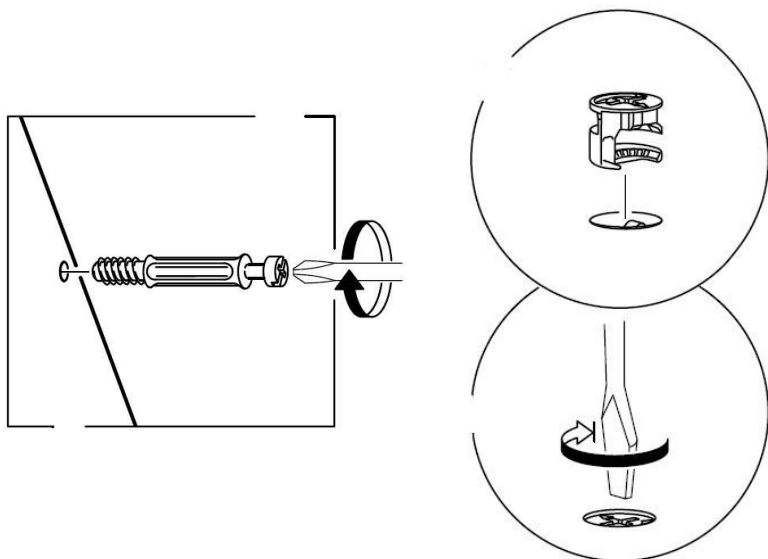
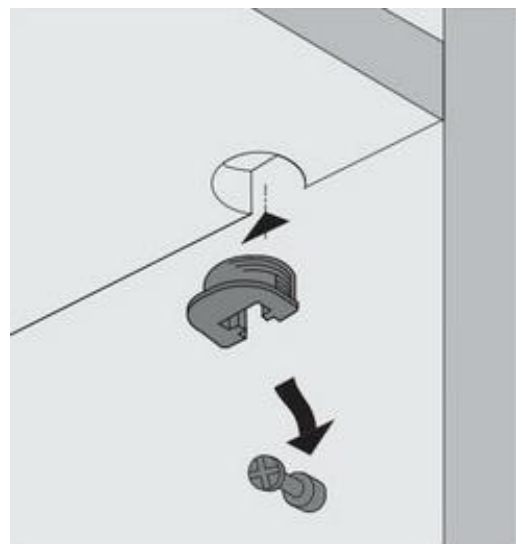

Рис. 1
Рис. 2
1. В горизонтальные щиты (65), (66), перегородку (68), заднюю стенку (69), вертикальный щит (64) в имеющиеся отверстия установить эксцентрики Rastex 15\16, таким образом, чтобы стрелка была повернута в сторону отверстия в торце.
2. В установленные муфты эксцентриковых стяжек на боковых стенках (61), (62), горизонтальных щитах (65), (66) ввернуть дюбели DU644 (длинные) (рис.1 и схема сборки).
3. Установить на нижний щит (63) опоры с помощью шурупов 3,5x13мм.
4. Установить мебельный уголок на нижний щит (63) с помощью шурупов 3,5x13мм (схема сборки).
5. В полки (70), (71), (72) установить врезные полкодержатели (рис. 2).
6. В отверстия диаметром 5мм на боковых стенках (61), (62), перегородках (67), (68) ввернуть дюбели DU322 (короткие) (рис.2 и схема сборки).
7. В отверстие в кромке нижнего щита (63) установить упор для двери (полкодержатель в рубашке) (схема сборки).
8. На крышку шкафа-гардероба (40) установить упор для двери (прямоугольный) с помощью саморезов 3,5х16мм (схема сборки).
9. На боковые стенки (61), (62) установить планки монтажные петель с помощью комплектных винтов.